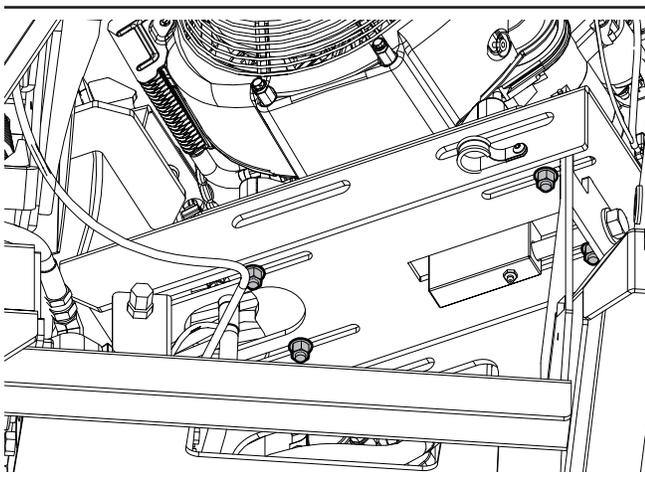

Figure 48 – Boulons du support du moteur
2. Desserrez les quatre boulons qui fixent le support du moteur sur le châssis de l'équipement. Voir la *Figure 48* à la page 70.
3. Desserrez (ne retirez pas) les quatre boulons qui fixent le support du moteur sur le châssis de l'équipement. Voir la Figure 48 à la page 70.
Voir la Figure 48 à la page 70.